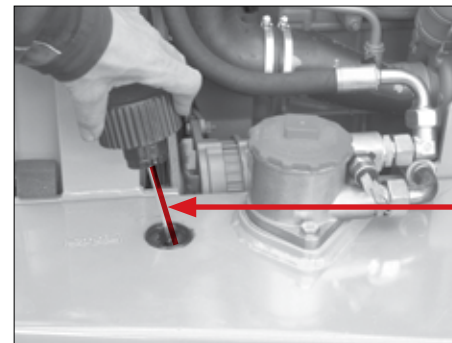

Fig. 100
6. La jauge d'huile est située sur la partie inférieure du filtre d'aération. Tirer la jauge d'huile (Fig. 100).
- ▶ Ouvrir la tubulure de remplissage d'huile hydraulique pos. 1 (Fig. 100) avec précaution afin que la pression puisse s'échapper du réservoir.